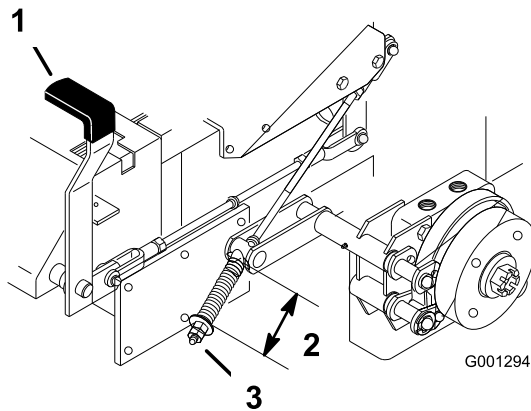

Figure 86
2. Mesurez la longueur du ressort (Figure 86).
3. Si un réglage est requis, desserrez le frein de stationnement, desserrez l'écrou de blocage situé sous le ressort et réglez l'écrou directement au-dessous du ressort (Figure 86).